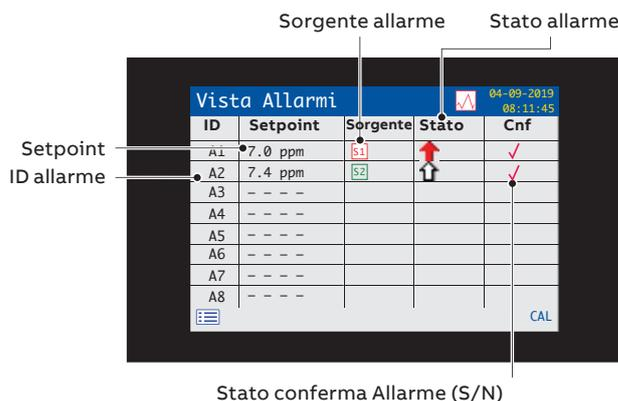

Figura 10 Vista Allarmi
- **Vista Allarmi:** visualizza un elenco di allarmi, sorgente e stato (v. Figura 10)